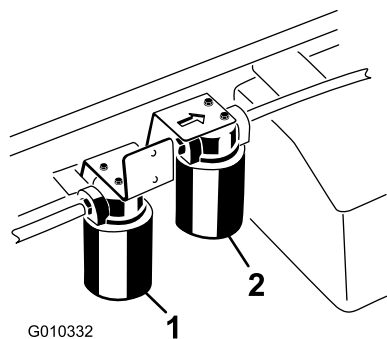

Bild 70
2. Reinigen Sie den Bereich um die Filterkontaktfläche. Stellen Sie eine Auffangwanne unter den Filter und entfernen den Filter (Bild 70).
1. Reinigen Sie den Bereich um den Befestigungsbereich des Hochfluss-Hydraulikfilters (Bild 70). Stellen Sie ein Auffanggefäß unter den Filter und entfernen den Filter.